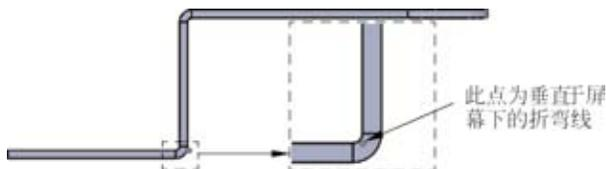

图 5.105 材料在外
- (材料在外) 单选项: 选取该选项时, 折弯线位于固定面所在平面的外表面和折弯壁的内表面所在平面的交线上, 如图 5.105 所示。